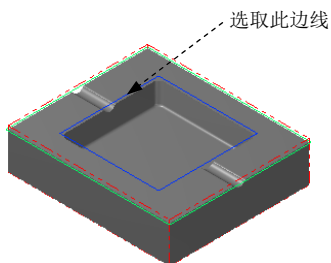

图 11.37 选取切削范围边线
(2) 单击 **Containment boundary** 区域中的  按钮，系统弹出“串连选项”对话框，采用“串联方式”选取图 11.37 所示的边线。单击  按钮，系统返回至“刀具路径的曲面选取”对话框。单击  按钮，系统弹出“曲面精加工交线清角”对话框。